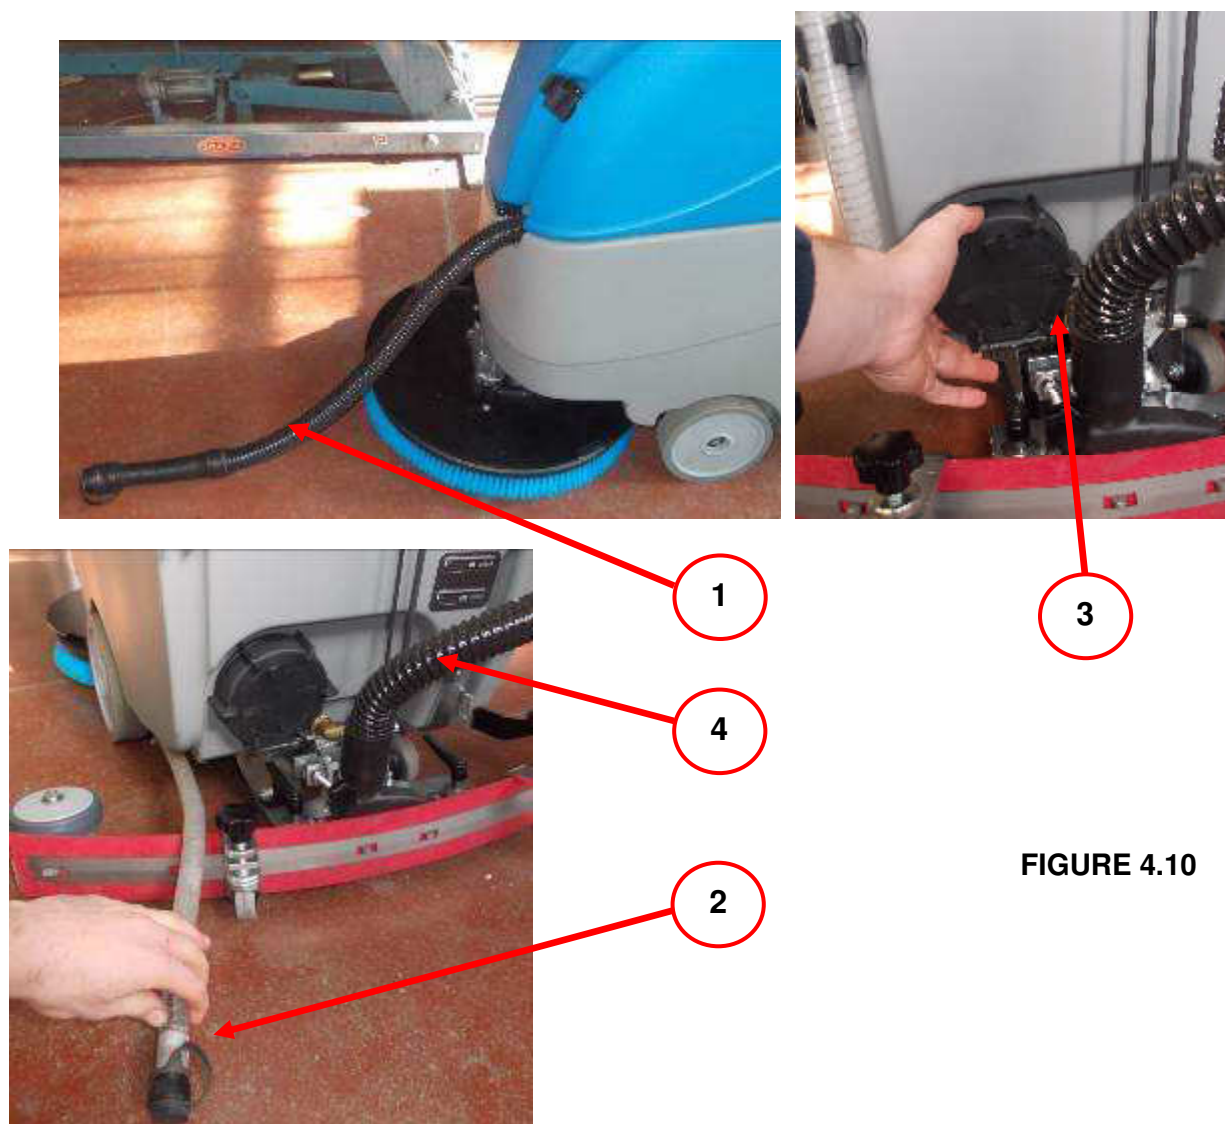

FIGURE 4.10
- Tuyau de vidange réservoir récupération (détail 1 figure 4.10) ;
- Tuyau de vidange réservoir de solution (détail 2 figure 4.10) ;
- Bouchon de vidange et/ou d'inspection du réservoir de solution (détail 3 figure 4.10) ;
- Tuyau squeegee (détail 4 figure 4.10).